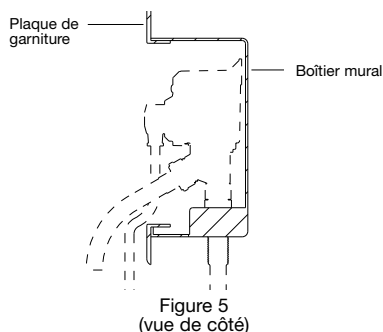

Figure 5
3. Retirez la plaque de garniture (fig. 5 et 6) et mettez-la de côté jusqu'à ce que la finition du mur soit terminée (peinture, papier, lambrissage, etc.).